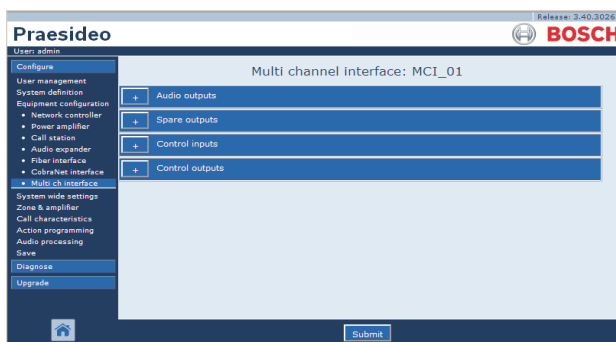

abbildung 44.22: Konfigurieren einer Mehrkanalschnittstelle, Schritt 2
- 2 Klicken Sie auf den Namen der zu konfigurierenden Mehrkanalschnittstelle. Im Hauptframe der webbasierten Benutzeroberfläche wird ein Bildschirm angezeigt, der dem in abbildung 44.22 gleicht.